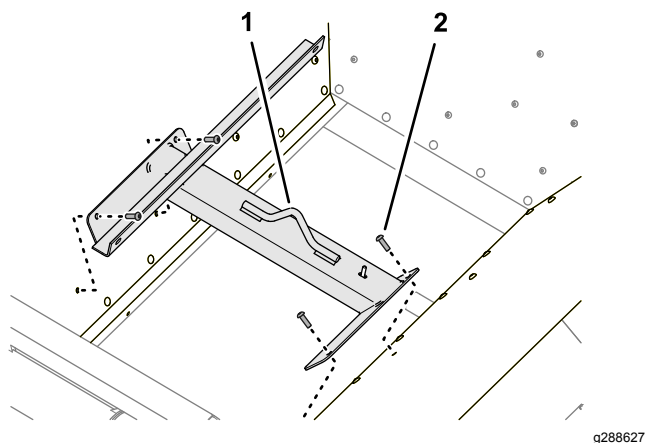

Figure 29
1. Retirez les 4 vis à tête ronde qui fixent le support de levage à la paroi de la trémie (Figure 29).
2. Insérez et serrez les vis à tête ronde dans la paroi de la trémie (Figure 29).